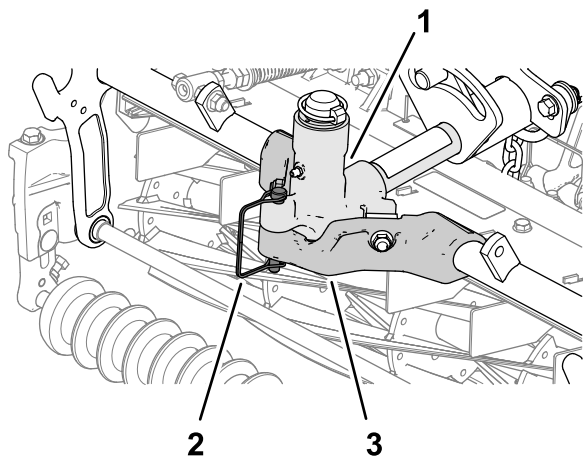

Рисунок 43
1. Закрепите несущую раму режущего блока в поворотной втулке с помощью стопорного штифта, как показано на Рисунок 43.